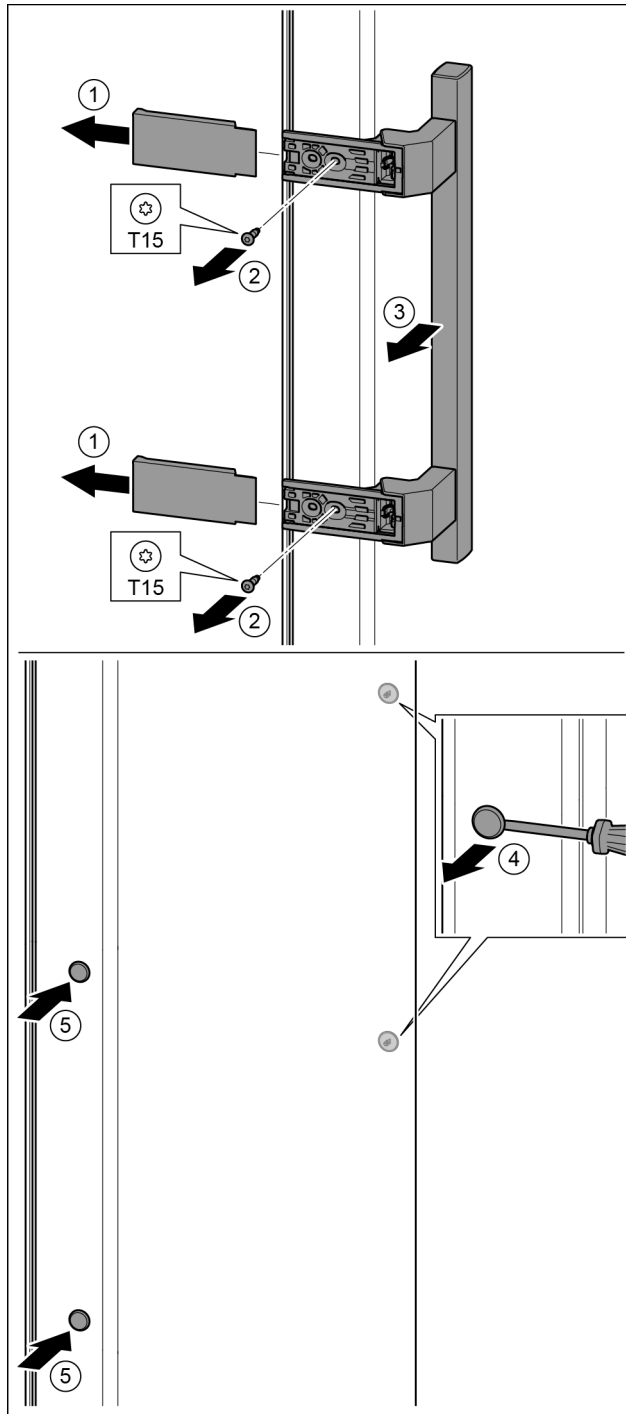

Fig. 33
- Abdeckung abziehen. *Fig. 33 (1)*
- Schrauben mit Schraubendreher T15 herausdrehen. *Fig. 33 (2)*
- Griff abnehmen. *Fig. 33 (3)*
- Seitlichen Stopfen vorsichtig mit einem Schlitzschraubendreher anheben und herausziehen. *Fig. 33 (4)*
- Stopfen auf der anderen Seite wieder einsetzen. *Fig. 33 (5)*